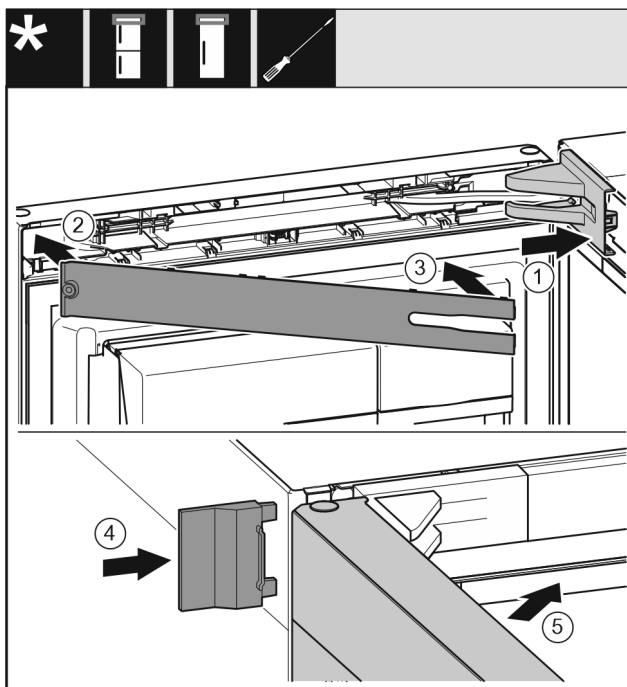

Fig. 25
- ▶ Założyć osłonę płytki zawiasu i zazębnić, ew. ostrożnie odsunąć. Fig. 25 (1)
- ▶ Założyć zaślepkę. Fig. 25 (2)
- ▶ Przechylić i zazębnić zaślepkę. Fig. 25 (3)
- ▶ Wsunąć zewnętrzną osłonę. Fig. 25 (4)
- ▶ Zamknąć górne drzwi. Fig. 25 (5)